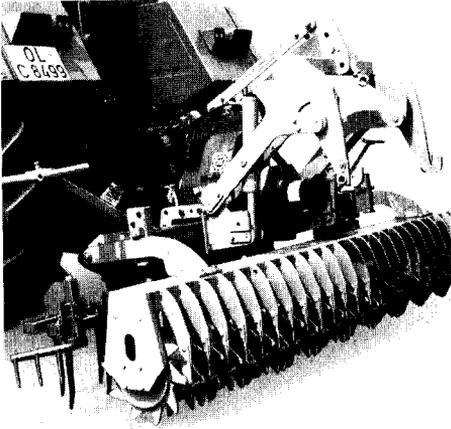
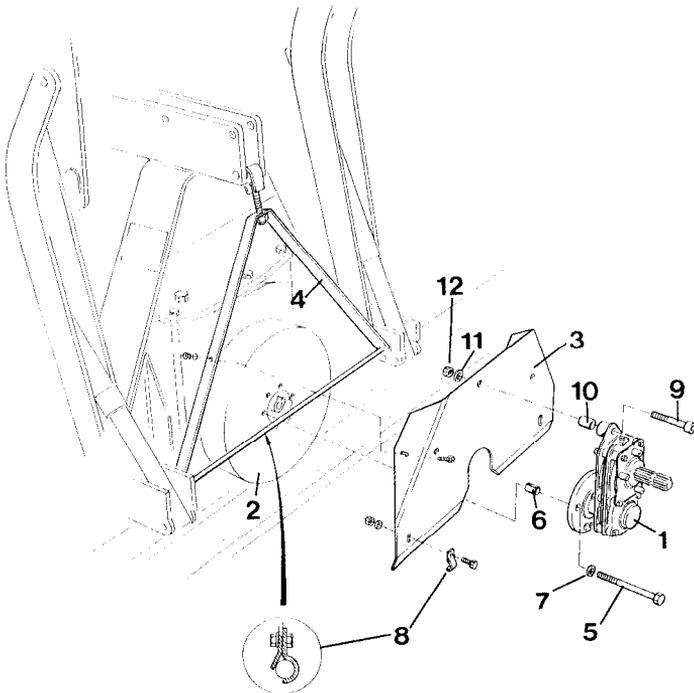

Fig. 60
Fig. 62
Das Zapfwellenanschlußgetriebe (Fig. 60, Fig. 62/1) ist an der Schwungscheibe (Fig. 62/2) der Rüttelegge REV und mit dem Schutzblech (Fig. 62/3) am Spannrahmen (Fig. 62/4) zu befestigen.
- 3 Skt.-Schrauben (Fig. 62/5) demontieren und gegen Skt.-Schrauben M10x90, DIN 931-10.9, austauschen.
- Mit den längeren Schrauben (Fig. 62/5), Spannhülsen 18x45 (Fig. 62/6) und Scheiben 10,5x30x2,5, DIN 9021 (Fig. 62/7), das Zapfwellenanschlußgetriebe an der Schwungscheibe anflanschen.
- Das Schutzblech (Fig. 62/3) am Spannrahmen (Fig. 62/4) befestigen und mit 3 Schellen (Fig. 62/8) an der Spannrahmenwelle festklemmen.
- Das Zapfwellenanschlußgetriebe (Fig. 62/1) ist am Schutzblech (Fig. 62/3) mit einer Innensechskantschraube M 12x45, DIN 912-10.9 (Fig. 62/9), einer Stahlbuchse (Fig. 62/10), einer Scheibe \varnothing 12 mm, DIN 125 (Fig. 62/11), und einer Skt.-Mutter M12 (Fig. 62/12) zu befestigen.